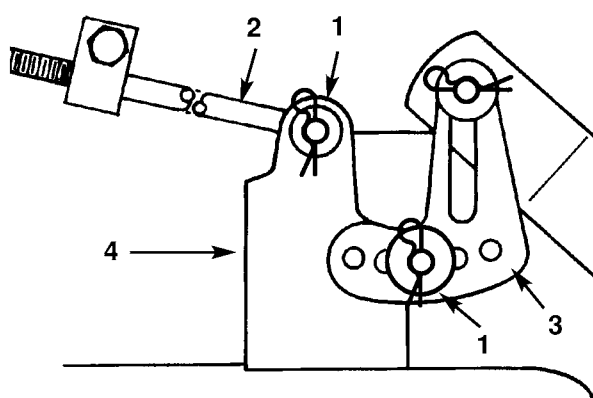

Bild 42
10. Splint und Unterlegscheibe vom langen Gestänge entfernen (Bild 42). Jetzt das Gestänge aus dem Mähwerkprofil entfernen. Diesen Schritt an der gegenüberliegenden Mähwerkseite wiederholen.
11. Den Splint und die U-Scheibe am Mähernivellierungsprofil (Bild 42) entfernen, den Winkel von den Befestigungsstiften abziehen und U-Scheibe/Splint sicher aufbewahren.